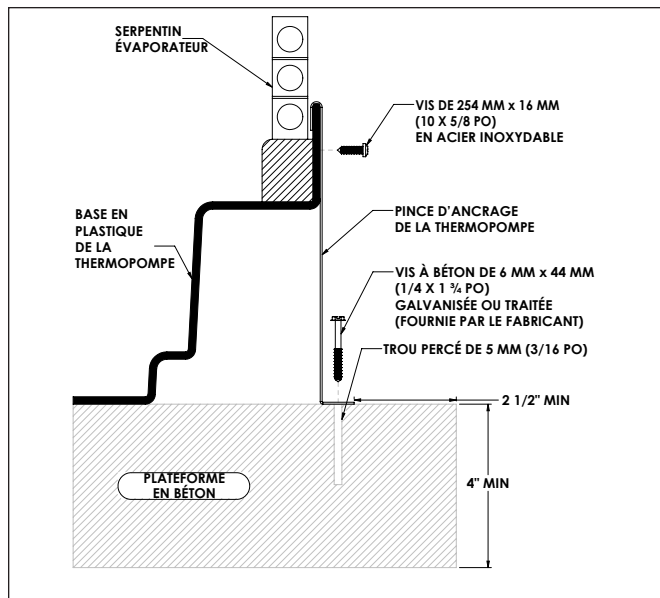

Figure 3. Installation de pinces d'ancrage
3. Ajuster le crochet de chaque pince sur la lèvre du panneau de la base de la thermopompe. Le crochet devrait s'ajuster entre la lèvre du panneau de la base et la garde du serpentín évaporateur (voir Figure 3).
7. Positionner les pinces d'ancrage de manière à ce que les trous dans les pinces soient au dessus des boulons d'ancrages. Vérifier que les crochets de pince soient sur la lèvre de la base de la thermopompe (voir Figure 3).